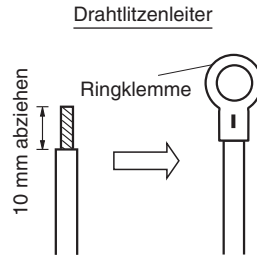
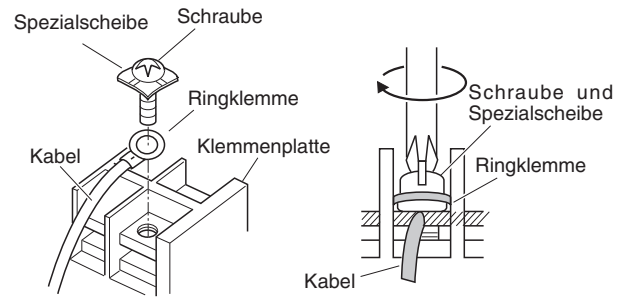

Abb. 4-7
Abb. 4-8
- (1) Das Ende des Kabels mit einem Seitenschneider abtrennen, dann die Isolierung abziehen, um ungefähr 10 mm der Litze freizulegen; danach die Enden der Litze verdrehen. (Abb. 4-7)
- (2) Unter Verwendung eines Kreuzschlitz-Schraubendrehers die Klemmschraube(n) von der Klemmenplatte herausdrehen.
- (3) Mit Hilfe eines Ringklemmen-Werkzeugs oder einer Klemmzange die Ringklemme fest an jedem freigelegten Kabelende anbringen.
- (4) Die Ringklemme aufschieben, dann die vorher abgenommene Klemmschraube mit dem Schraubendreher wieder festziehen. (Abb. 4-8)